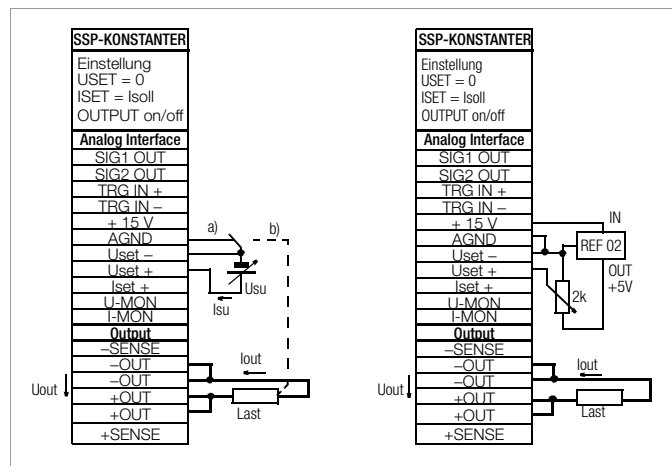

Bild 5.4 Verdrahtung für Steuerung der Ausgangsspannung durch externe Spannung / externes Potentiometer
- Liegt die Steuerspannung **U_{SU}** mit ihrem **Bezugspunkt lastseitig auf Ausgangs-Minuspol**, muss der invertierende Eingang mit diesem Punkt verbunden werden (**Verbindung b** in Bild 5.4).
- Ist die **Steuerspannung** gegenüber dem **Ausgang isoliert**, verbinden Sie **Uset-** mit **AGND** (**Verbindung a** in Bild 5.4).
- Soll die **Ferneinstellung** der **Ausgangsspannung** mittels **Potentiometer** erfolgen, kann eine Beschaltung gemäß Bild 5.4 angewendet werden.